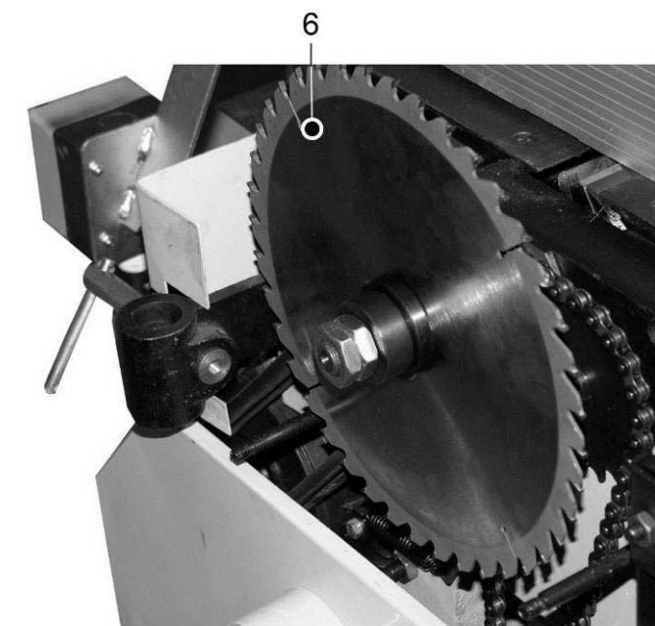

Рис. 5
8.2.1. Как показано на Рис. 5, 6, демонтируйте рабочий стол (4), установите и закрепите пильный диск (6). На внутренней стороне рабочего стола установите и закрепите расклинитель (5). Установите и закрепите рабочий стол (4).